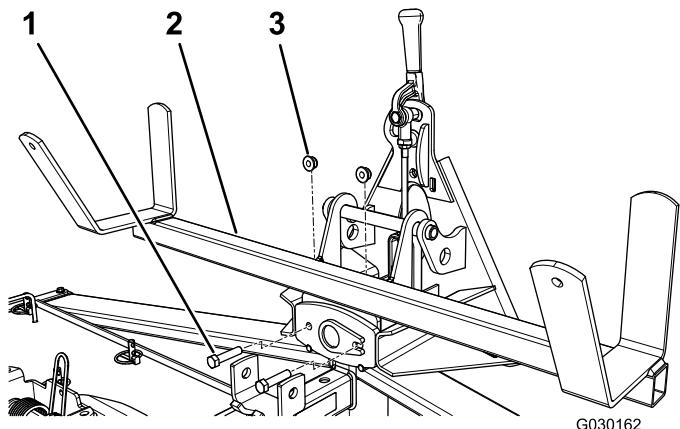

Bild 2
2. Befestigen Sie die Wiege mit zwei Schrauben (3/8" x 3-1/2") und zwei Bundmuttern (3/8") am Adapter, wie in Bild 2 abgebildet.